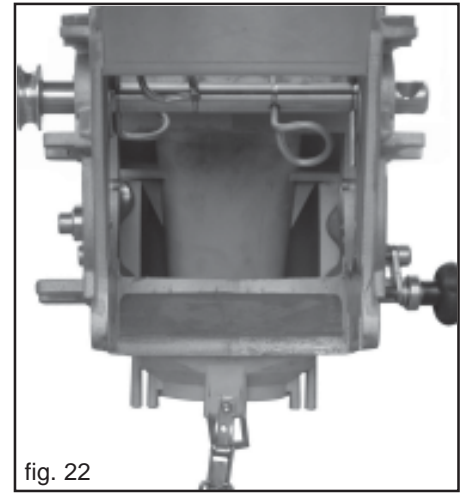

fig. 22
- 1) Dosiergeraet mit ausgebauter Bodenklappe und demontiertem Saerad (Abb. 22).